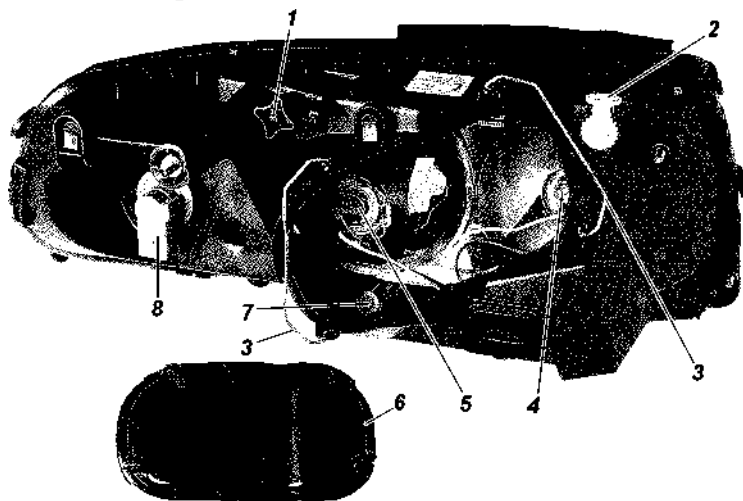

Рис. 9.41. Фара:
3. Включите ближний свет фар и, поочередно закрывая каждую фару, вращением регулировочного винта 1 (рис. 9.41) и регулировочной шестерни 2 добейтесь, чтобы светотеневая граница слева от точек Е и Е' совпала с линией 1, а справа - с линиями 2 и 2' для левой и правой фар соответственно. Точки перелома светотеневой границы должны совпадать с точками Е и Е'.
**Замена ламп фар.** Для замены лампы указателей поворота снимите колодку с патрона 8 (см. рис. 9.41), поверните патрон по часовой стрелке (для правой фары) или против часовой стрелки (для левой фары) и выньте патрон в сборе с лампой.